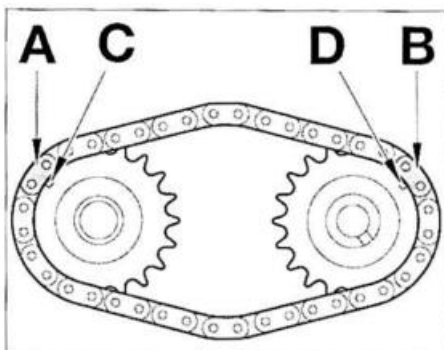

FIG. 53
- al montar los ejes de levas y la cadena de distribución, hacer coincidir los eslabones negros (A) y (B) de la cadena con las marcas (C) y (D) de las ruedas dentadas de ejes de levas (fig. 53).